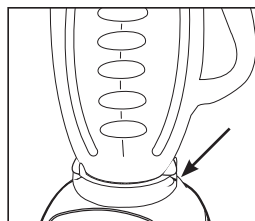

FIGURA 6
7. Alinee las lengüetas del vaso con las lengüetas de la base de la licuadora. Asegúrese de que la lengüeta del vaso en el lado izquierdo esté en el dorso de la lengüeta de la base de la licuadora y la lengüeta del vaso en el lado derecho esté adelante de la lengüeta de la base de la licuadora. Asegúrese que el vaso se asiente en posición. (*Figura 6*)